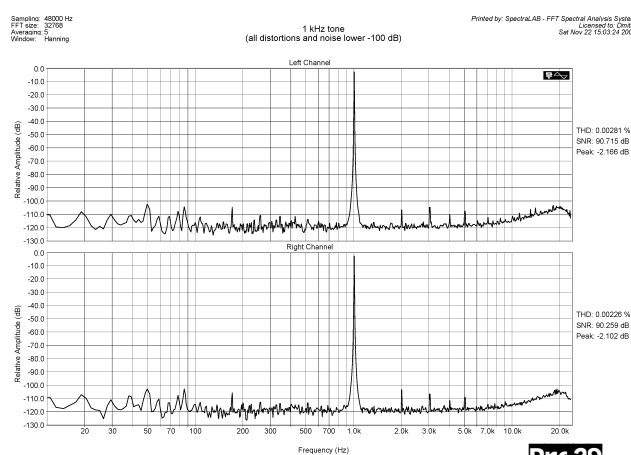

Рис.29
2. Спектр на выходе при подаче сигнала частотой 1 кГц (нелинейные искажения) - **рис.29**.